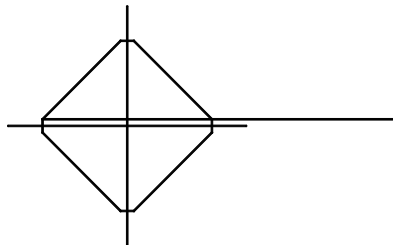

图 11-33 修剪外圆
(9) 修剪外圆。使用修剪工具，以四边形为参考，将多余外圆修剪掉，结果如图 11-33 所示。